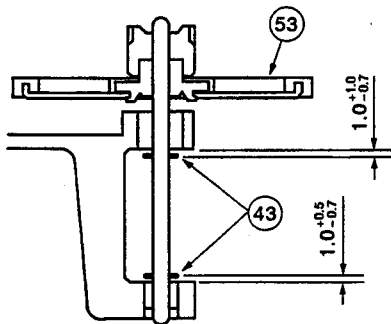

Fig. 4-4
- For position of the (43) washers after reinstalling the (59), refer to Fig. 4-4. Wipe out the oil lubricated to the shaft with an alcohol.
- Be careful NOT to let grease adhere to (58).
- (53) 取り付け後の (43) ワッシャの位置は、Fig. 4-4を参照のこと。また、シャフトのオイルをアルコール等で拭き取ること。